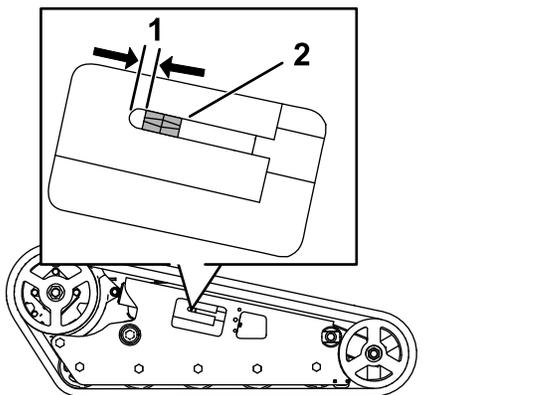

**Figura 58**
4. Retire el perno de bloqueo y la tuerca (Figura 58).
6. Alinee la muesca más próxima del tornillo tensor con el taladro del perno de bloqueo, y fije el tornillo con el perno de bloqueo y la tuerca (Figura 58).
5. Usando una llave de carraca de ½", alivie la tensión en la oruga girando el tornillo tensor en sentido horario (Figura 58 y Figura 59).
- Usando una llave de carraca de 1/2", gire el tornillo tensor en sentido antihorario hasta que esté apretado del todo (Figura 58).
- Retire el perno de bloqueo y la tuerca (Figura 58).
- Usando una llave de carraca de 1/2", alivie la tensión en la oruga girando el tornillo tensor en sentido horario (Figura 58 y Figura 59).